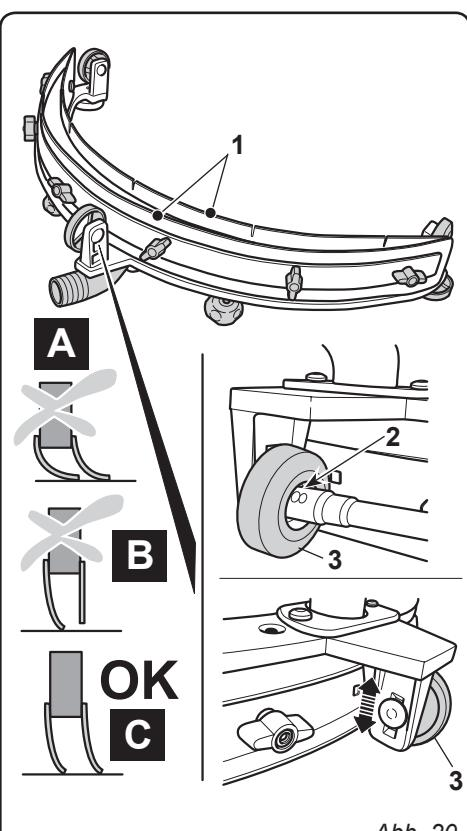

Abb. 20
11.1.g - Druckeinstellung der Wischergummis (Abb. 20)
- Den Druck kontrollieren, den die Wischergummis (1) auf dem Boden hinterlassen: Abb. A = zu starker Druck
11.1.h - Auswechselung der Sicherungen (nur Ausführung CB) (Abb. 20)